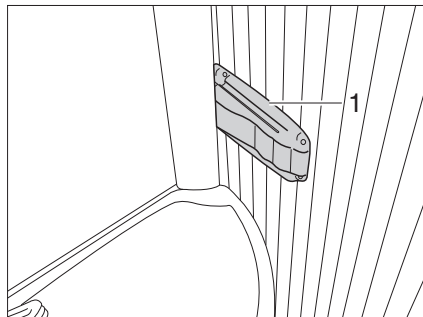

Fig. 230 Toilettes Vario, blocage de la paroi de douche
- Appuyer sur le dispositif de blocage (Fig. 230,1) situé à la droite du rebord du lavabo et tirer légèrement le lavabo. Le lavabo se déplace avec la paroi arrière vers l'avant.